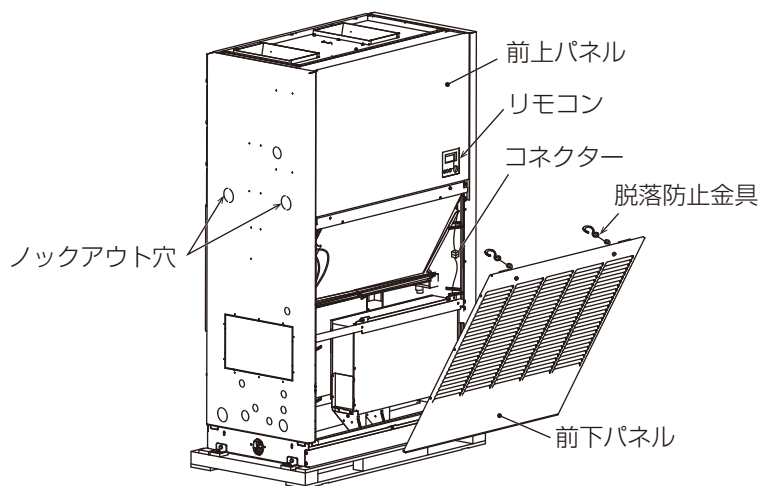

図 1
- 3) 配管の取出し方向を確認し、サイドパネルのノックアウト穴を打抜いてください。（図1参照）